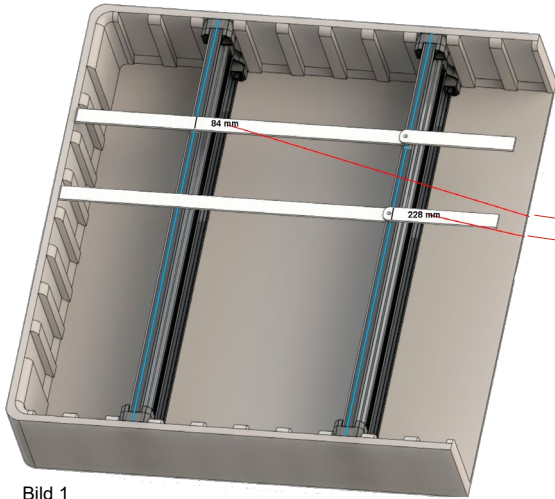

Bild 1
1. Messen Sie die benötigte Länge Ihres Trennsteges aus (Bild 1). Es wird immer von der Schale bis zur Mitte des nächsten Trennsteges gemessen.